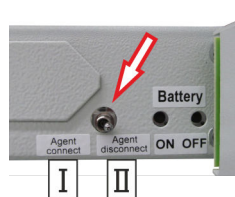

Fig. 32 : Commutateur de blocage
1. Bloquer le système : commuter le commutateur de blocage (Fig. 32 /flèche) sur « Agent disconnect [bloqué] » (Fig. 32 / II).